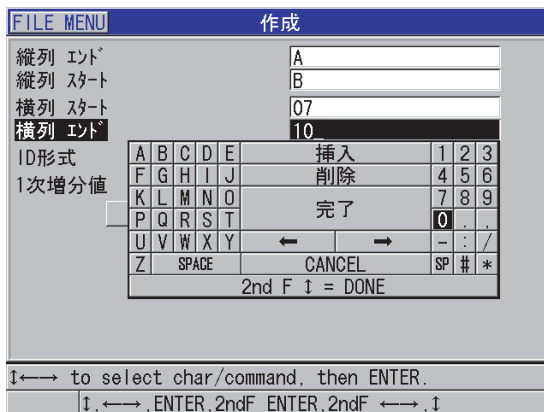

図 11-10 2-D グリッドデータファイルタイプに対する ID 範囲の構成
3. 作成画面の 2 ページ目で、以下の操作を行います（186 ページの図 11-10 参照）。